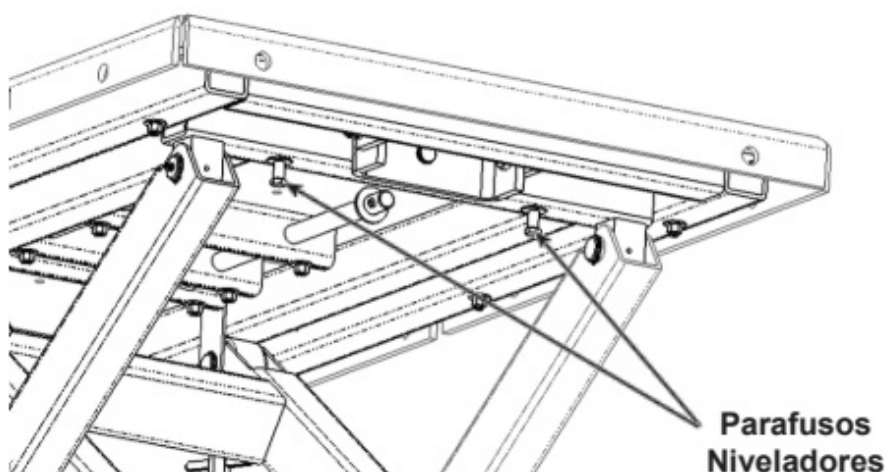

Figura 2
1. Inserir parafusos niveladores nas tomadas (aprox. 5 voltas). Os parafusos niveladores não devem ser projectados acima do tubo ou da plataforma de contacto na parte inferior quando não estiverem a ser utilizados. Ver figura 2 da secção “Característica de Estabilização”.
Se o elevador for utilizado como superfície de trabalho estacionária para manutenção de componentes, foram acrescentados dois parafusos niveladores (ver Figura 2) para ajudar a estabilizar a plataforma.